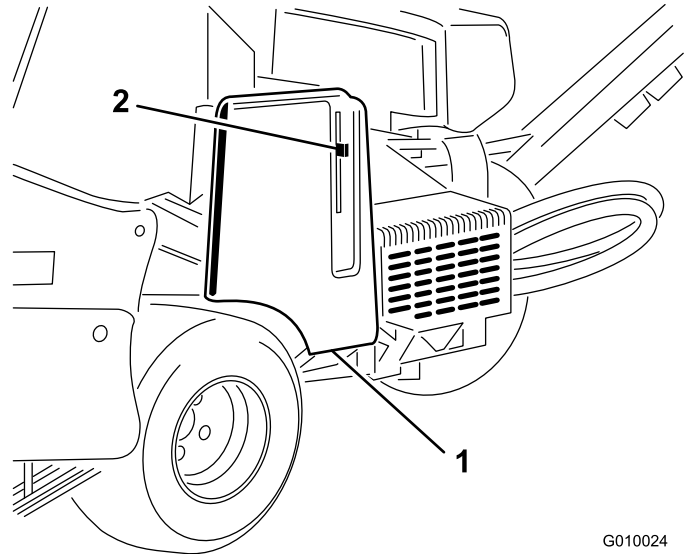
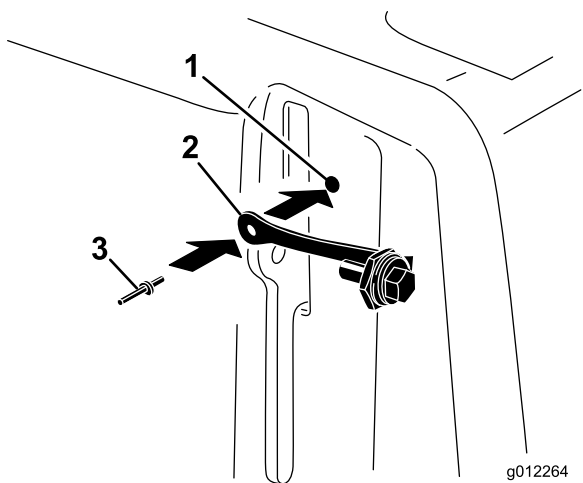

Рисунок 6
Рисунок 7
1. Найдите отверстие в крышке ремня рядом с рычагом защелки (Рисунок 6 и Рисунок 7).
2. Используя отверстие в крышке ремня, установите строп в сборе с помощью закладной заклепки (Рисунок 7).